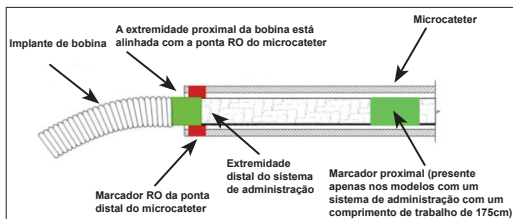

Figura 4 – Posição das tiras marcadoras para separação
- Avance a bobina para o local pretendido até o marcador radiopaco proximal no sistema de administração ficar alinhado ou ligeiramente distal em relação ao marcador RO da ponta distal do cateter, posicionando a zona de separação imediatamente fora da ponta do cateter. Consulte a Figura 4.